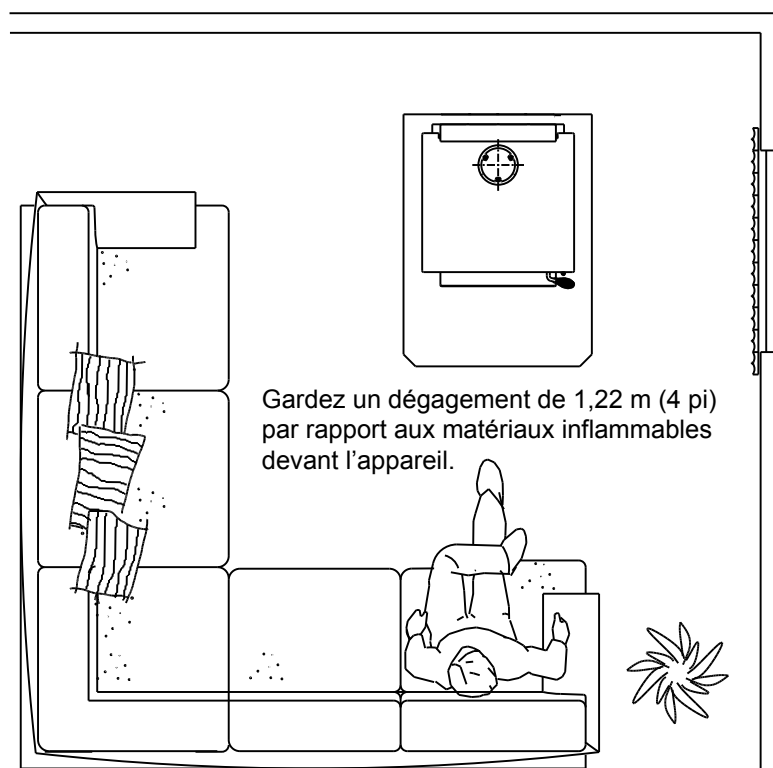

Figure 17.1 - Espace libre
- Ne placez AUCUN objet inflammable à moins de 1,2 m (4 pi) devant l'appareil. **Figure 17.1.**